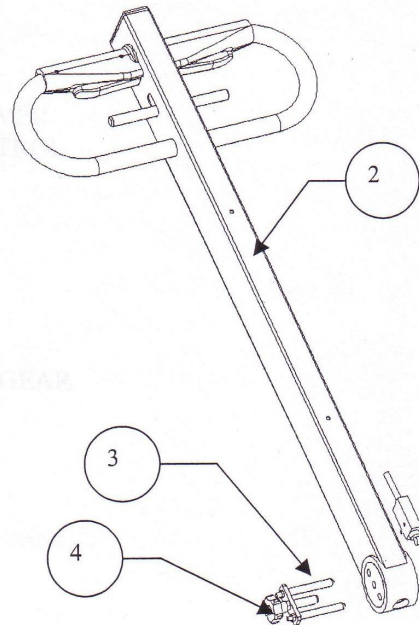

Рисунок 2
- Ручку (рис.2)
3. Держите ручку устойчиво в вертикальном положении, отсоедините ось от основания ручки (2-3, рис.2);
4. Раскручивая болт (4, рис.2), ось(3, рис.2) автоматически выдвинется на 2/3 ее длины; вытащите ось, полностью потянув ее на себя;